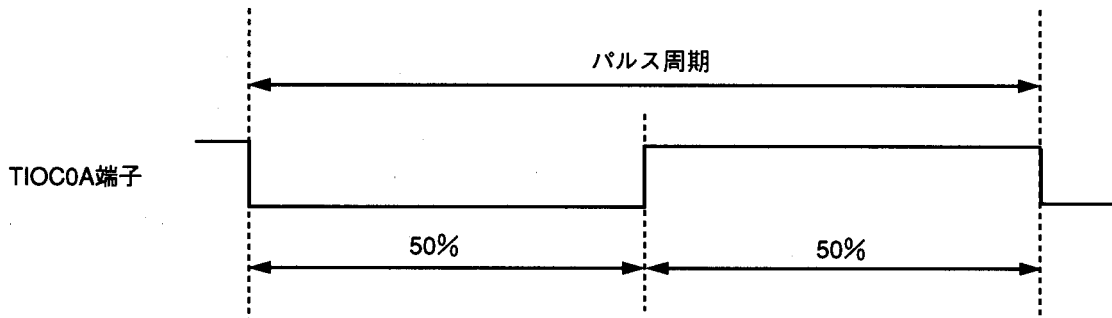

図2.2.1 パルス出力例
- (1) MTUのch0を使用して、図2.2.1に示すように設定された周期のデューティ50%のパルスを出力します。
(2) 28.7MHzで動作時、出力するパルスの周期は69.6nSから2.28mSの間で任意に設定できます。